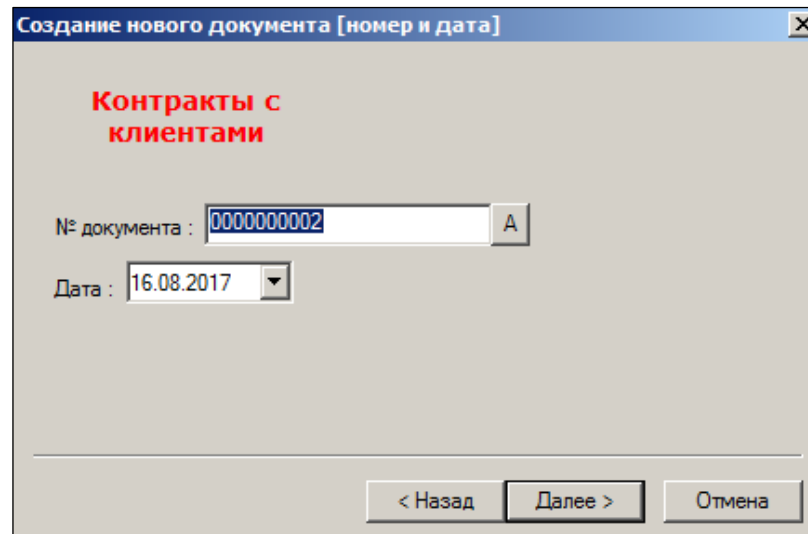

Рисунок 26 – Создание контракта с клиентами (3)
3. Номер документа и дата формируется автоматически, и их можно изменить. В поле **Дата** проставляется текущая дата (Рисунок 26Рисунок 26):